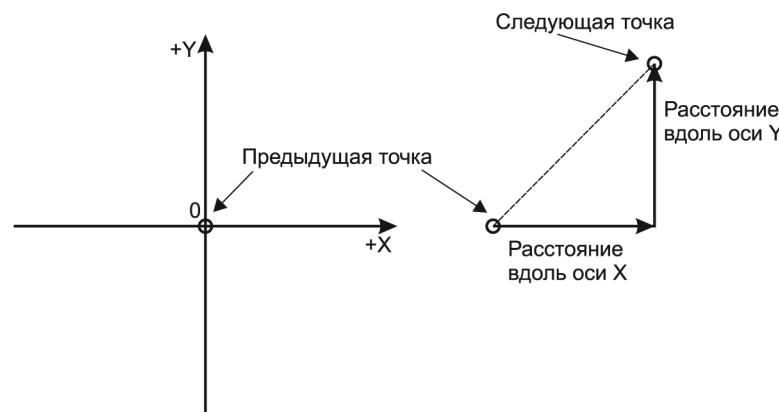

Рис. 2.6 ▼ Система относительных декартовых координат
Известная нам еще со школьной скамьи система декартовых координат была предложена в XVII веке французским математиком Рене Декартом. В этой системе описания положения точки используется горизонтальная (X) и вертикальная (Y) координаты, отсчитываемые от точки (0,0). Относительные декартовы координаты ничем не отличаются от абсолютных, за исключением того, что отсчет ведется не от начала координат, а от предыдущей точки. Проще говоря, относительные координаты показывают, как далеко от выбранной точки следует провести линию или сдвинуть объект (рис. 2.6). Если смещение направлено влево, координата X будет отрицательной. Точно так же, если смещение направлено вниз, то отрицательной будет координата Y. Эту систему целесообразно использовать, если известны горизонтальное и вертикальное расстояния от одной точки до другой. Вводить относительные координаты следует в таком формате: @**X, Y**.